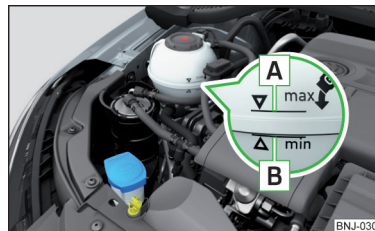

Abb. 261
Kühlmittelstand prüfen - der Kühlmittelstand muss zwischen den Markierungen **A** und **B** liegen » **Abb. 261**. Liegt der Kühlmittelstand unterhalb der Markierung **B**, das Kühlmittel nachfüllen.
Die **Spezifikation** des Kühlmittels ist auf dem Kühlmittelausgleichsbehälter aufgeführt » **Abb. 261**.
- Das Kühlmittel nicht über die Markierung **A** auffüllen » **Abb. 261**. Das Kühlmittel könnte bei Erwärmung aus dem Kühlsystem gedrückt werden - es besteht die Gefahr einer Beschädigung der Motorraumteile.